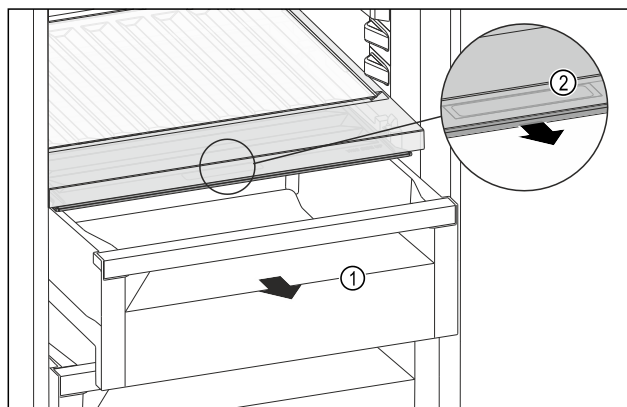

Fig. 176
- ▶ Изтеглете чекмеджето Fig. 176 (1).
- ▶ Хванете вдлъбнатия захват Fig. 176 (2) на капака на отделениято и едновременно с това издърпайте напред капака на отделениято.